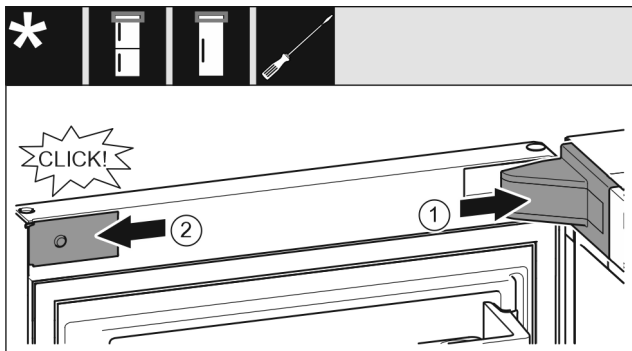

Fig. 20
- ▶ Uzlieciet un nofiksējiet gultna balsta pārsegu, ja nepieciešams, uzmanīgi atspiediet. Fig. 20 (1)
- ▶ Pielieciet un nofiksējiet sānos aizsegu. Fig. 20 (2)